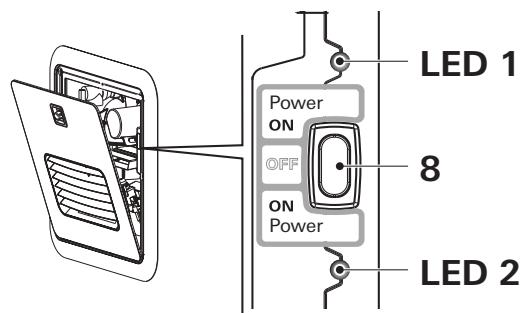

Fig. 8
2. Para encender el aparato, conecte el interruptor de alimentación (Fig. 8 – 8) en una de las dos posiciones de encendido «ON».
- Cuando se enciende el LED 1 de encendido verde (Fig. 8 – LED 1), el aparato está encendido.
- Si el LED 2 de código de error rojo parpadea o se ilumina (Fig. 8 – LED 2), existe un fallo o una advertencia (consulte «APÉNDICE A – Códigos de error» en la página 38).
- Apague el aparato con el interruptor de alimentación (Fig. 8).
- El LED 1 de encendido verde (Fig. 8) se apaga.